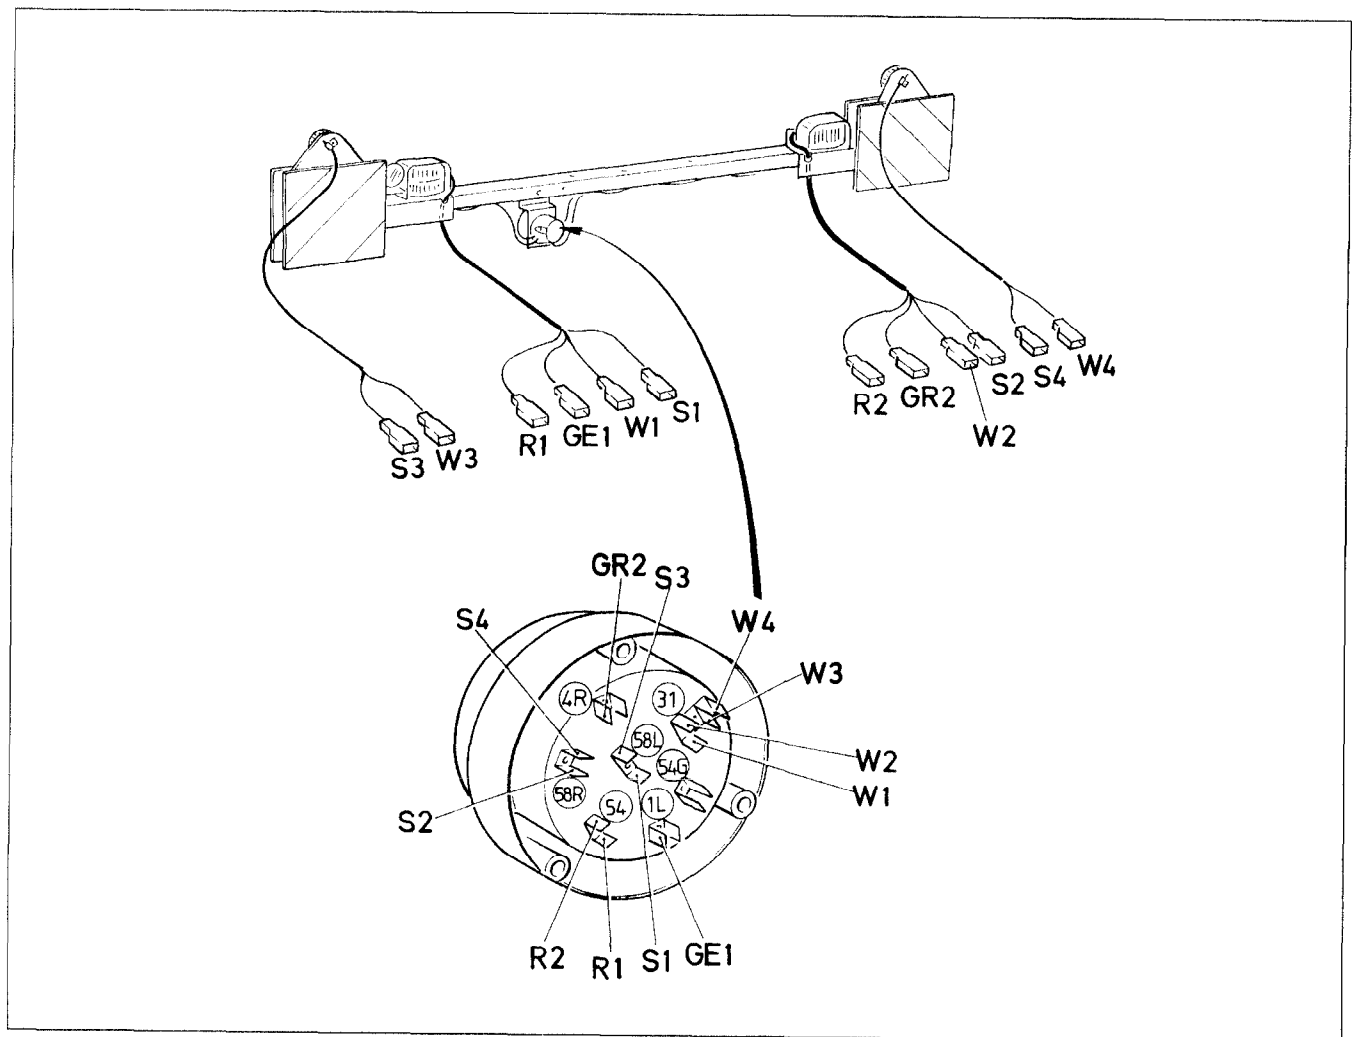
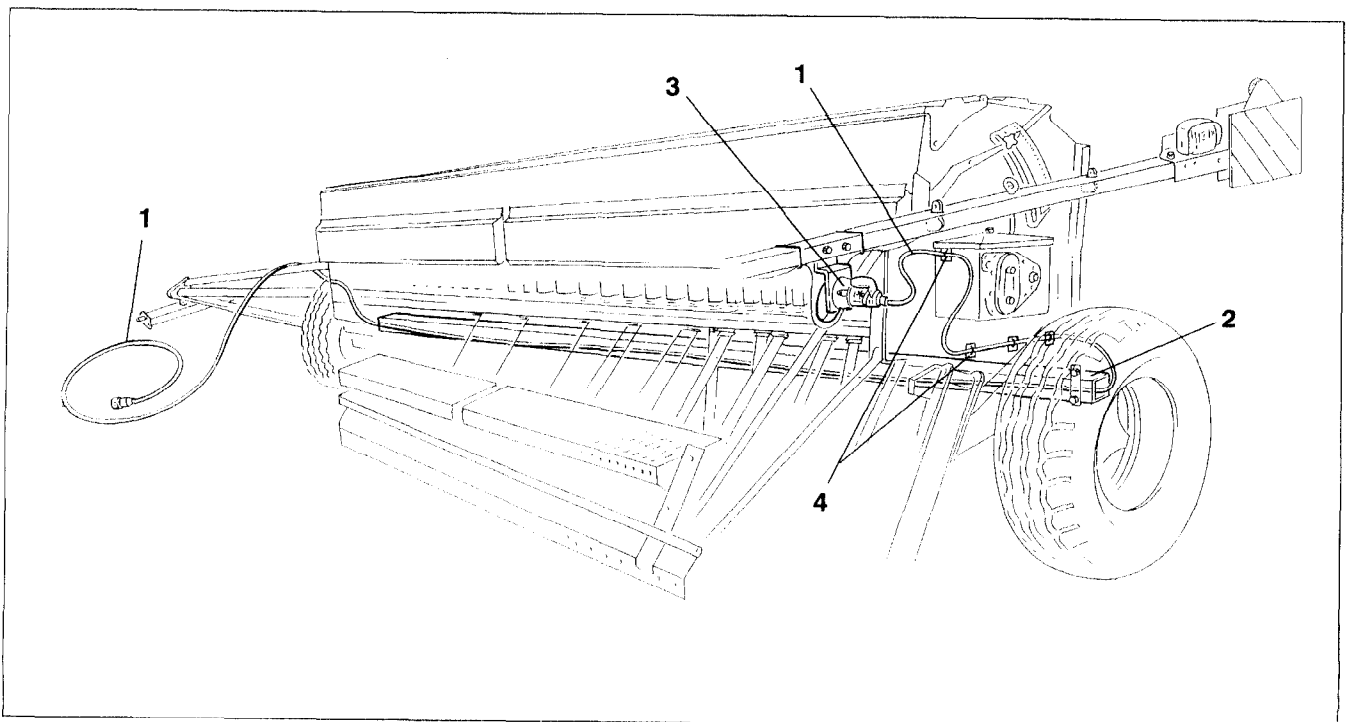

Fig. 20.16
Fig. 20.17
- Dévissez la prise (fig. 20.17/3) et connectez le câble à la prise comme indiqué à la figure 20.16 et en suivant les indications du tableau ci-après.
- Vissez la prise (fig. 20.17/3) à la rampe d'éclairage.
- Passez le câble d'éclairage (fig. 20.17/1) dans la poutre principale du châssis du semoir (fig. 20.17/2).
- Brochez le câble d'éclairage (fig. 20.17/1) dans la prise (fig. 20.17/3) et fixez le au semoir en utilisant des sangles de fixation (fig. 20.17/4) et des plaquettes adhésives. Les emplacements de fixation doivent être propres et dégraissés.
- Connectez le câble d'éclairage (fig. 20.17/1) au tracteur puis vérifiez le bon fonctionnement de l'éclairage.